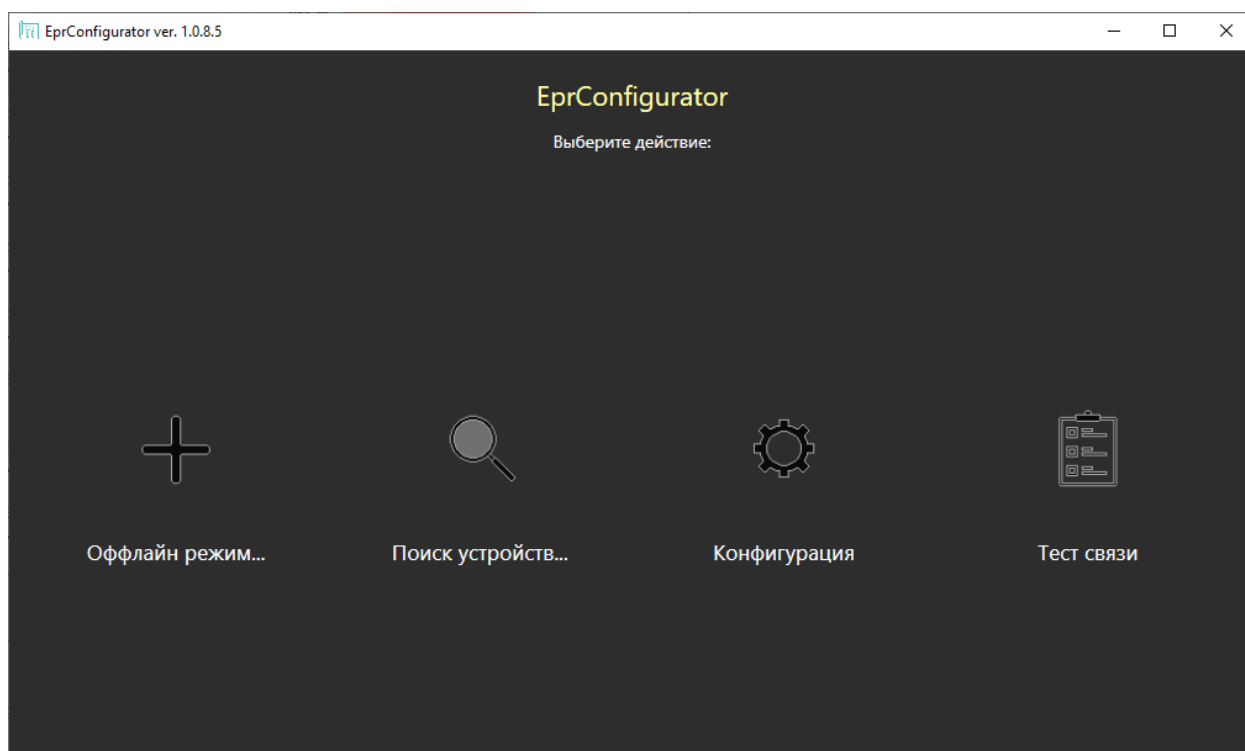

Рисунок 3 – Выбор вкладки «Поиск устройств»
3. Запустить «Поиск устройств...» (рис. 3). Поиск работает как по RS-485, так и по Ethernet.